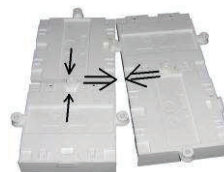

Figure 8 : exemple d'assemblage de 4 MIR10
- ② Choisir le nombre de catadioptrés en fonction de la distance à couvrir et des accessoires utilisés (Cf § G)
- ② Vérifier l'encombrement de l'assemblage choisi page 13 § Caractéristiques techniques
- ③ Assembler, si nécessaire, les catadioptrés entre eux (2 à 2 ou 3 à 3, puis les 2 ou 3 paires ensemble, (exemple Figure 8).
- ④ Fixer le réflecteur en face du bloc optique « E/R » à l'aide de 2 vis de 3 mm à 5 mm de diamètre (ou 4 vis pour l'ensemble des 4 catadioptrés assemblés).